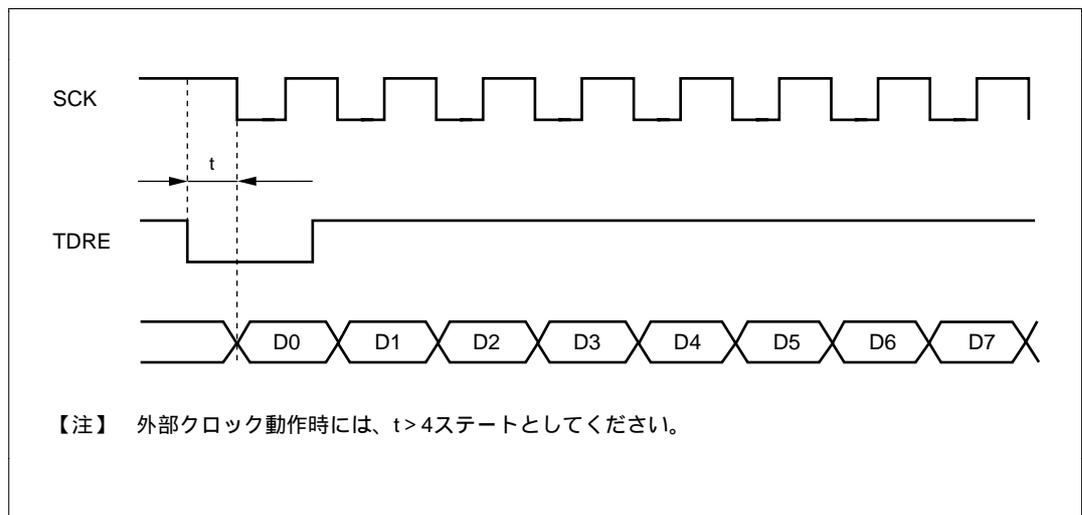

図 13.22 DMAC によるクロック同期式送信時の例
- (1) 同期クロックに外部クロックソースを使用する場合、DMAC による TDR の更新後、クロックで5クロック以上経過した後に、送信クロックを入力してください。TDR の更新後4ステート以内に送信クロックを入力すると、誤動作することがあります(図13.22)。
- (2) DMAC により、RDR のリードを行うときは必ず DTCR の DTS2~0 ビットで起動要因を当該 SCI の受信完了割り込み (RXI) に設定してください。